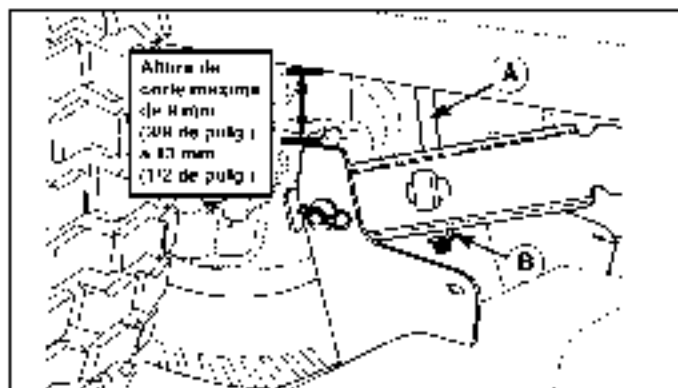

Figura 26. Nivelación del cortacésped lado a lado
5. Gire la contratuerca (B, figura 26) para subir o bajar ese costado del cortacésped.
NOTA: La altura de corte máxima en que se puede ajustar el cortacésped es de 9 mm (3/8 de pulg.) a 13 mm (1/2 de pulg.) entre el chasis y el tope superior del cortacésped (vaya la Figura 26).